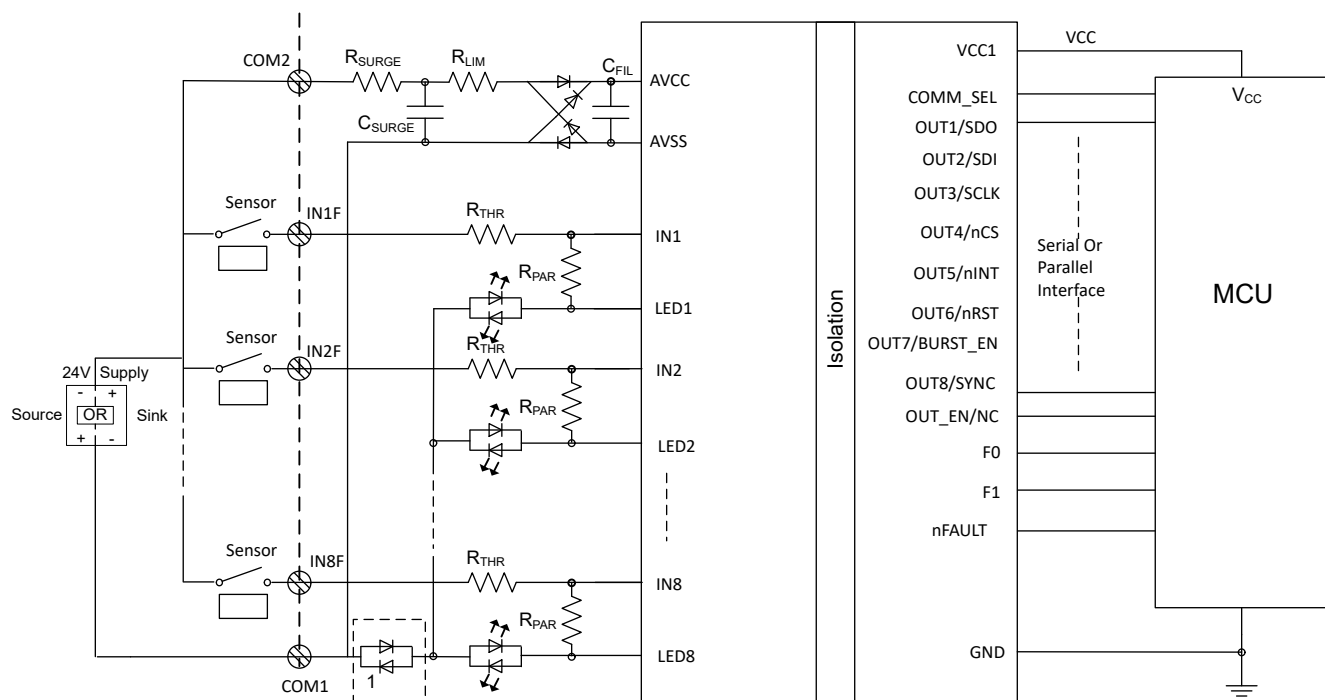

図 4. ISO1228 によるソースまたはシンク モードのデジタル入力モジュールの 8 チャンネル動作
に制限されますが、これは従来の手法の 5 分の 1 の値です。ISO1228 を持つデジタル アイスレータの 8 チャンネルの実装を、図 4 に示します。ISO1228 は同じデバイスでシンクモードとソースモードの両方をサポートしており、図 4 に示すように構成できます。 R_{ILIM} 抵抗は、すべてのチャンネルの電流制限値を設定します。 R_{ILIM} 、 R_{THR} 、および R_{PAR} の推奨値は、ISO1228「電流制限および診断機能付き 8 チャンネル絶縁型デジタル入力」データシートに記載されています。
1. **ソース-シンク モード:**ISO1228 は、同じデバイスでシンク モードとソース モードの両方をサポートできます。したがって、外部整流器は必要ありません。図 4 は、ISO1228 を使用してシンク モードおよびソース モードでそれぞれ実装された 8 チャンネルのデジタル アイソレータの構成を示しています。
6. **損失のない LED 表示:**入力状態の表示や手動によるメンテナンスのために、LED 表示は非常に重要です。ISO1228 は、各入力ごとに約 3mA のフィールド側入力電流を利用して LED を点灯させます。図 4 は、各チャンネルで LED がどのように接続されているかを示します。これにより、LED 用に追加の電力を消費せずに済み、熱特性の改善にもつながります。
7. **基板面積の低減:**これは、図 4 に示すように、8 チャンネルのディスクリート実装を 1 つのデバイスで代替する統合ソリューションです。これにより、PCB の面積を大幅に節約でき、同じ基板面積内でより多くのチャンネル数を持つ PLC カードの作成が可能になります。